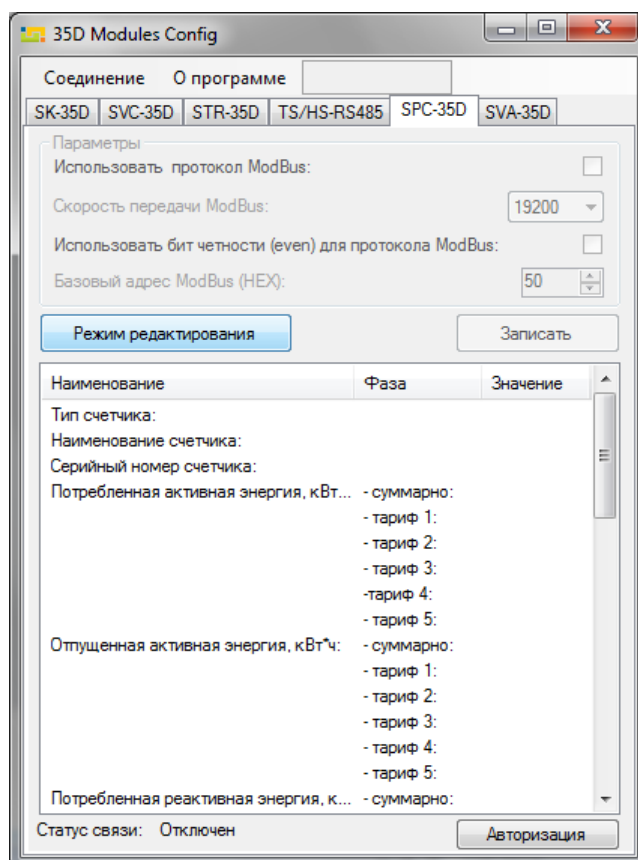

Рисунок 5 – Внешний вид окна ПО 35D\_config.exe
- в открывшемся окне (см. рисунок 5) перейдите на вкладку SPC-35D;